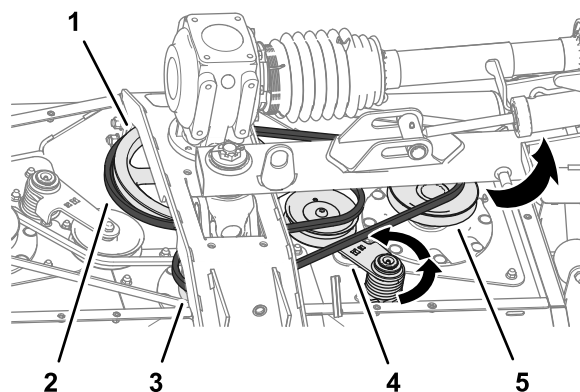

Figure 65
3. Déchaussez la longue courroie de la poulie d'entraînement, de la poulie d'axe central et de la poulie d'axe droit (Figure 65).
2. Au moyen d'une barre de levier ou d'un outil similaire, faites tourner le tendeur de la longue courroie dans le sens antihoraire et déchaussez la courroie de la poulie de tendeur (Figure 65).